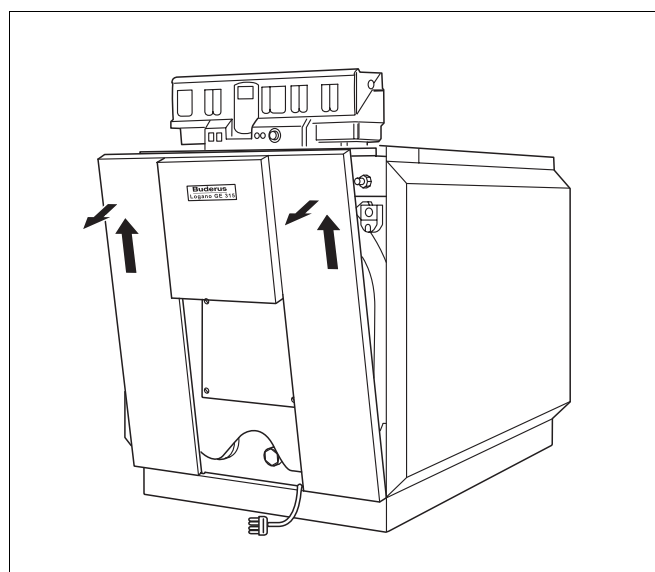

Fig. 50 Avtagning av forvegg
- Løft forveggen litt opp og ta den frem og ut (fig. 50).